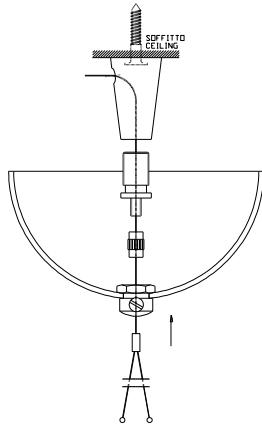

Figura 6 - Figure 6
- Inserire la fune a Y attraverso gli elementi B3, B2 e B1 come da figura 6.